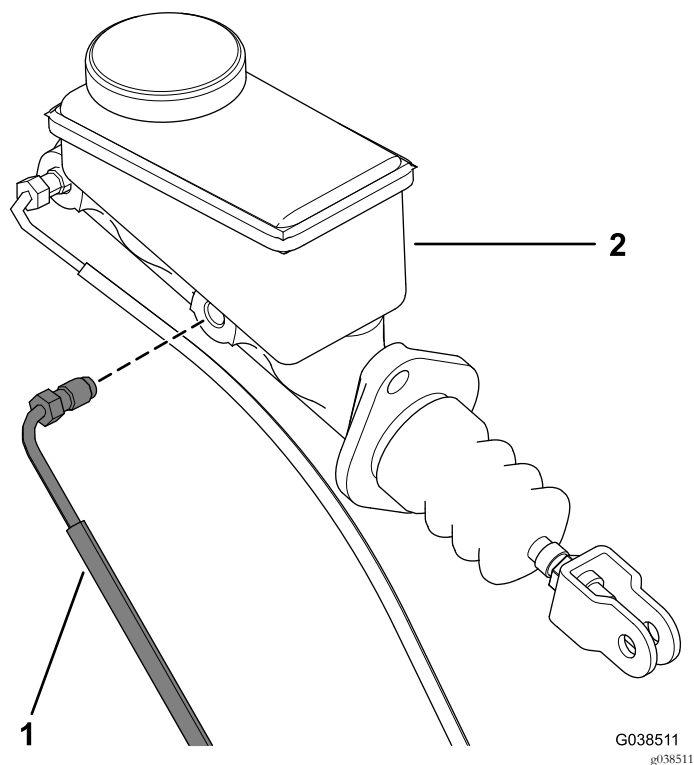

図 5
5. マスターシリンダから前ブレーキラインを取り外す 図 5。
1. マスターシリンダに前ブレーキラインを取り付ける 図 5。